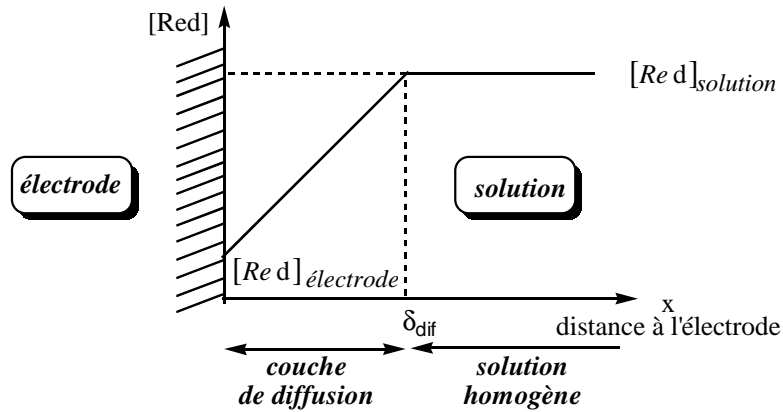

Figure 2 : Profil de concentration
On se propose d'étudier dans cette question la relation existant entre l'intensité  $i$  et la concentration en réducteur  $Red$ , introduit seul en solution et appartenant au système électrochimique (1) considéré comme rapide. On applique à l'électrode indicatrice un potentiel supérieur au potentiel standard  $E^{\circ}_{Ox/Red}$ . Il s'établit alors un flux de matière,  $J_{Red}$ , qui s'accompagne d'un courant d'intensité  $i$  proportionnel à ce flux. On adopte en première approximation un profil de concentration linéaire dans une couche de solution, dite couche de diffusion, d'épaisseur  $\delta_{dif}$  (voir Figure 2). On note  $[Red]_{solution}$  et  $[Red]_{électrode}$  les concentrations en réducteur, respectivement en solution et à proximité immédiate de la surface